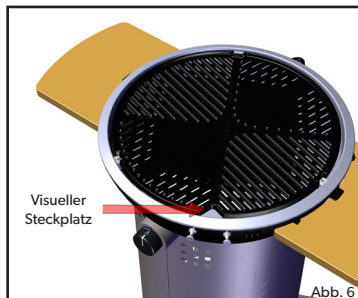

Abb. 6
- Um die Sichtbarkeit der Flamme zu überprüfen, gibt es einen visuellen Schlitz auf dem Grillrost. Die Flammensichtbarkeit kann auch durch die Gitterschlitze betrachtet werden. (Abb. 6)